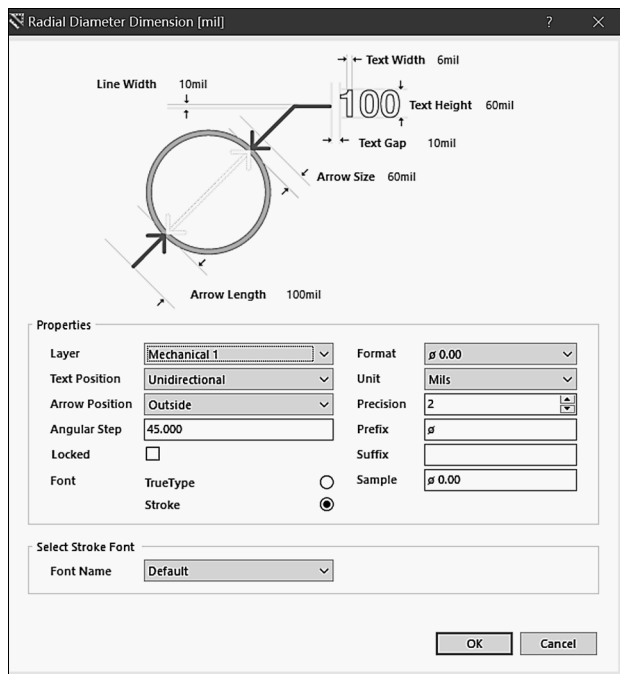

图 8-1-21 Radial Diameter Dimension 对话框
(2) 按【Tab】键，打开如图 8-1-21 所示的 Radial Diameter Dimension 对话框。该对话框各参数设置与 Linear Dimension 对话框中的对应各项相同，此处不再赘述。